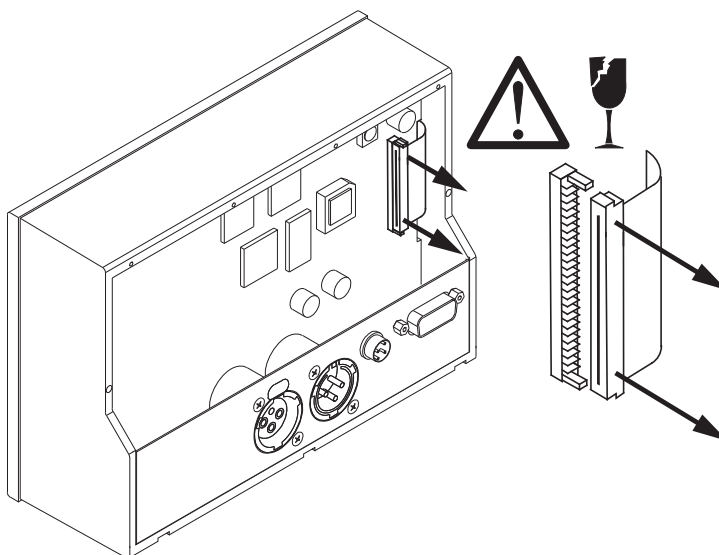

Bild D 7-3: Lösen des Flachband-Anschlusskabels
2. Ziehen Sie vorsichtig das flache Display-Verbindungskabel von der Anschlussleiste rechts oben auf der Hauptplatine ab. Achten Sie darauf, das Kabel und die Anschlussleiste nicht zu beschädigen! (Bild D 7-3)